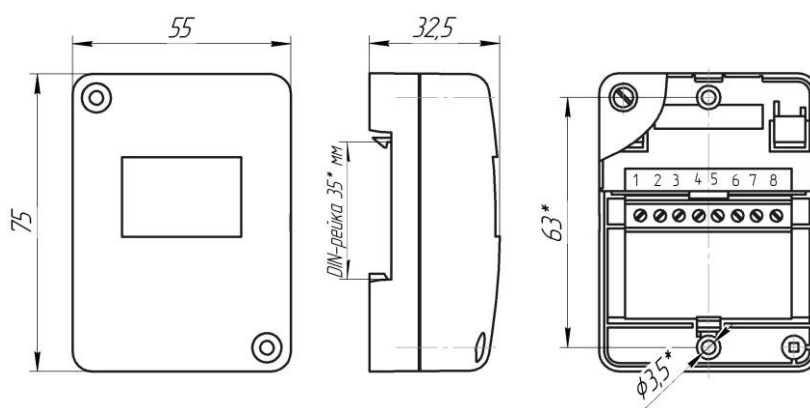
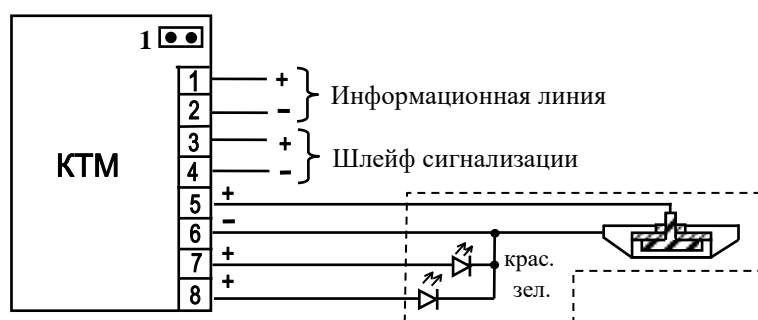

Рис.1. Габаритные и установочные размеры КТМ.
Рис. 2. Назначение клемм КТМ.
4.4. При использовании считывателя с одноцветным индикатором все проблески будут красными. Для этого необходимо соединить клеммы 7 и 8 перемычкой (см.рис.2).
6.1.1. Габаритные и установочные размеры КТМ представлены на рис.1, схемы подключения на рис.2,3.
6.2.1. КТМ (см. рис.2) поставляется с установленным джампером 1 (программирование адреса).